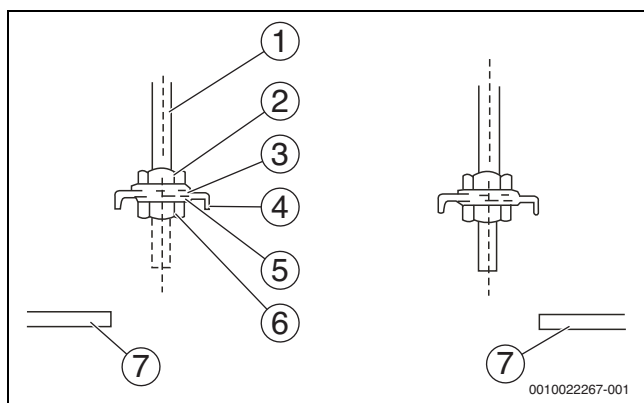

Рис. 9
1. Отрегулируйте положение гаек. Размер зазора между шайбой (нижней частью) и потолком определяется фактической конструкцией потолка (→ рис. 9).